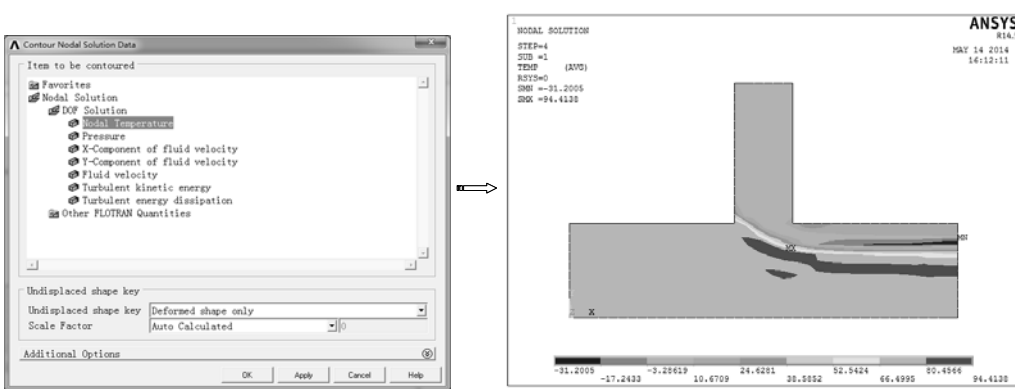

图 10-75 流场温度分布图
- 3) 绘制温度分布图。选择 “Main Menu>General PostProc>Plot Results>Contour Plot>Nodal Solution” 命令，弹出“Contour Nodal Solution Data”对话框，选择“Nodal Solution>DOF Solution>Nodal Temperature”选项，单击 “OK” 按钮绘制流场温度分布图，如图 10-75 所示。